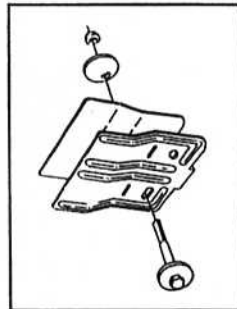

Figure 4
6. Allongez le trou du boulon de montage vers l'intérieur ou extérieur selon le sens dans lequel le carrossage doit être changé. Le trou peut être allongé vers l'intérieur jusqu'à ce que la rainure soit de 15/16 po de long (change le carrossage du côté positif) ou vers l'extérieur jusqu'à ce que la rainure soit de 5/8 po de long (change le carrossage du côté négatif). Une lime ronde fera l'affaire pour allonger le trou. Fig. 4
6. Ensanche el agujero de montaje del perno de montaje hacia adentro o hacia afuera, dependiendo de la manera en que el camber será cambiado. El agujero podrá ser ensanchado hacia adentro hasta que la ranura sea de 15/16" de longitud (cambia el camber hacia el lado positivo), o hacia afuera hasta que la ranura sea de 5/8" de longitud (cambia el camber hacia el lado negativo). Una lima rotativa trabaja bien para ensanchar el agujero. Fig. 4.
6. Elongate the mounting bolt hole inward or outward depending on which way camber must be changed. The hole may be elongated inward until the slot length is 15/16" long (changes camber toward positive) or outward until the slot length is 5/8" long (changes camber toward negative). A rotary file works well to elongate the hole. Fig. 4